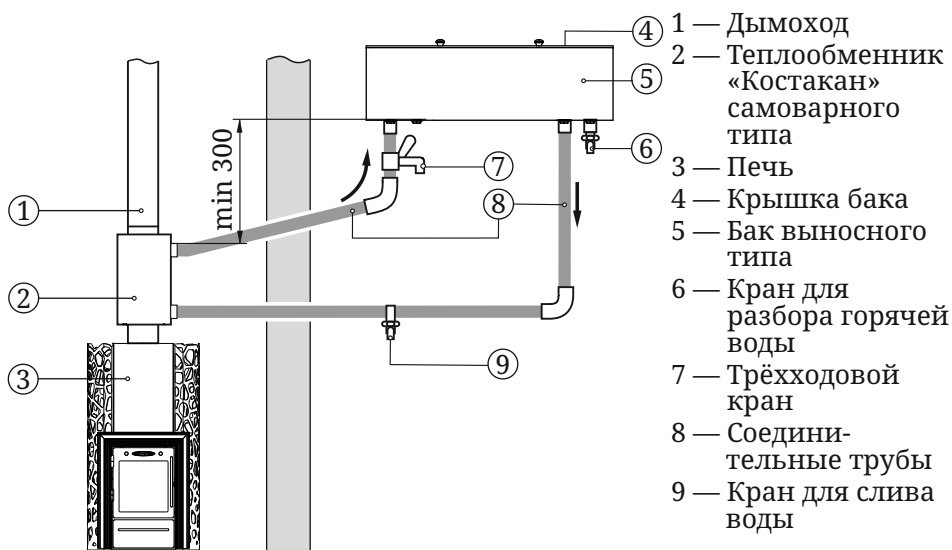

Рисунок 5. Схема монтажа системы водонагрева с использованием натрубного теплообменника «самоварного» типа
При необходимости получения горячей воды за более короткий срок, допускается производить разбор воды до ее попадания в бак. Для этого необходимо присоединить трехходовой кран типа «Т» (7) к трубе горячей линии, между верхним штуцером теплообменника и выносным баком в удобном для вас месте (рисунок 5).